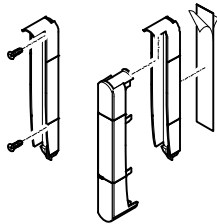

Abb. 7
2. Die Montageschale des Tür-/Fenstermelders wird mithilfe von doppelseitigem Klebeband oder zwei Schrauben fixiert. Siehe Abb. 7.